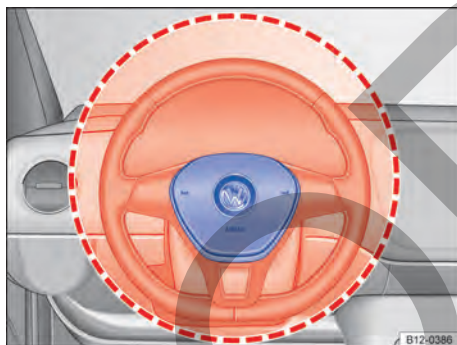
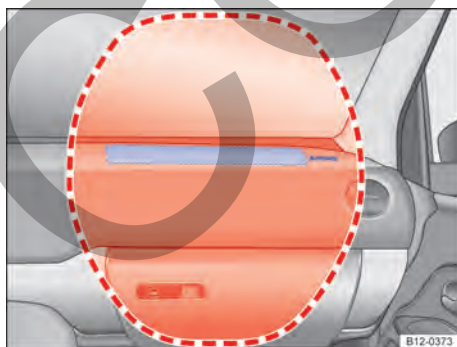

Fig. 31 Ubicación y radio de expansión del airbag frontal del conductor.
Fig. 32 Ubicación y radio de expansión del airbag frontal del acompañante.
- ◁ El airbag frontal del conductor → fig. 31 se encuentra en el volante de la dirección, y el airbag frontal del acompañante → fig. 32 en el panel de instrumentos. Las ubicaciones de los airbags están identificadas por el rótulo "AIRBAG".
Las áreas destacadas en rojo → fig. 31 y → fig. 32 se cubren por los airbags frontales activados (área de acción). Por ese motivo, nunca se pueden colocar o fijar objetos en esas áreas → .
Al inflarse los airbags frontales del conductor y del acompañante, las cubiertas de los airbags se doblan hacia fuera del volante de la dirección → fig. 31 o del panel de instrumentos → fig. 32. Estas cubiertas de los airbags permanecen unidas al volante y al panel de instrumentos.
Los airbags frontales se inflan delante del volante de la dirección → fig. 31 y del panel de instrumentos → fig. 32.